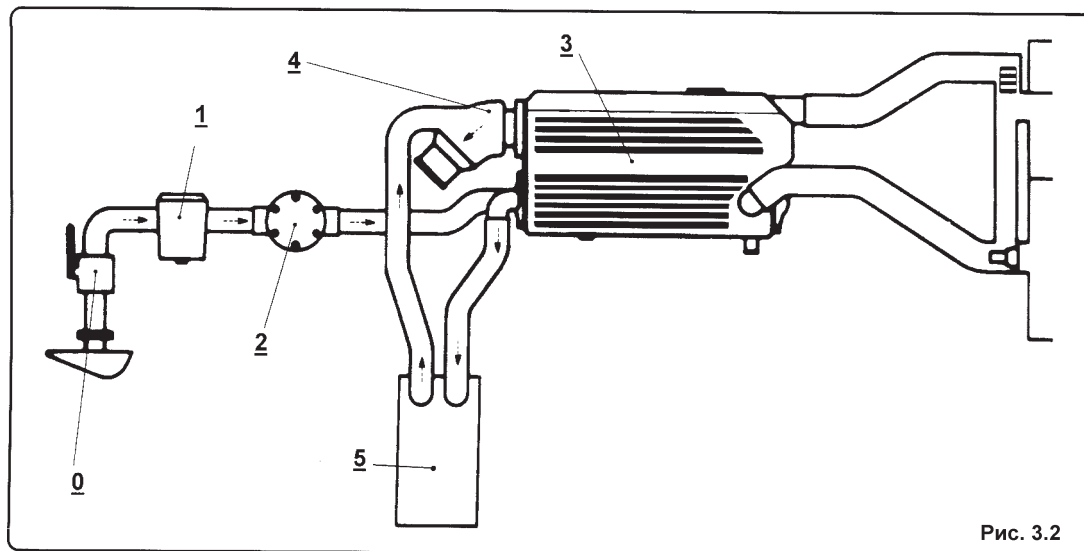

Рис. 3.2
3.2.2. Открытый контур (охлаждение заборной водой) — см. рис. 3.2